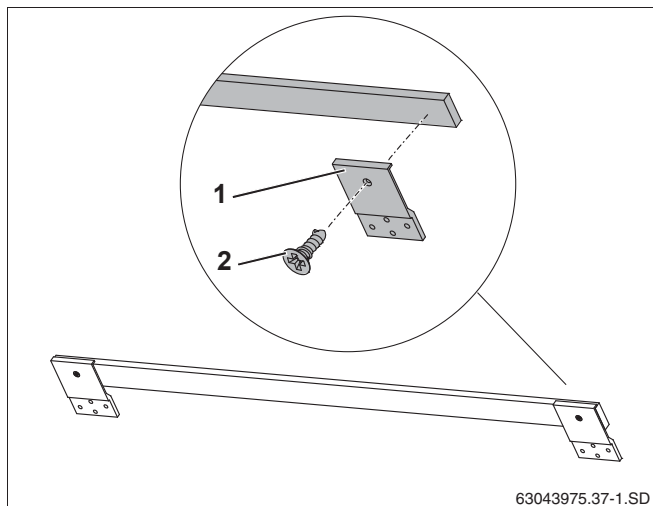

Рис. 10 Установка креплений от сползания
Для горизонтального монтажа нужно закрепить 3 крепления от сползания (рис. 10, **поз. 1**) на деревянной планке (2 снаружи, 1 в середине).
- ▶ На концах деревянной планки закрепите два крепления от сползания (рис. 10, **поз. 1**) саморезами 4x10 (рис. 10, **поз. 2**).